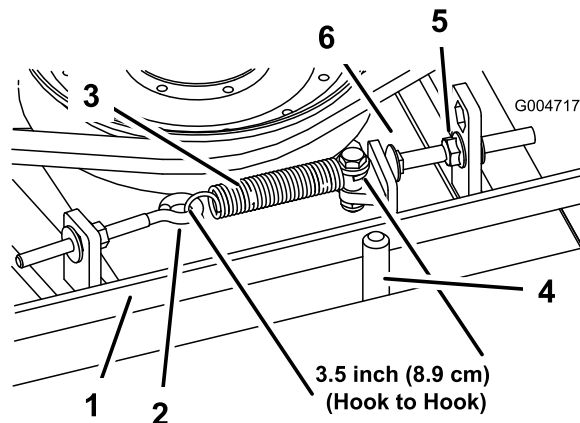

Figura 64
$\pm 0,25$ pol. (lado interior). Logo que se obtenha a tensão correcta da mola, ajuste o pino de fecho (parafuso da carroçaria) até haver uma folga aproximada de 0,125 +0,060/-0,000 pol entre a cabeça do parafuso e o braço intermédio (Figura 64).
Nota: Certifique-se de que a correia está colocada no lado da mola do guia da correia (Figura 64).
2. Desaperte o parafuso com olhal permitindo a remoção da mola de extensão (Figura 64).
3. Desaperte a porca flangeada que fixa o pino de fecho na patilha de montagem. Puxa a porca ligeiramente para trás para permitir que o braço intermédio passe pelo pino de fecho (Figura 64). Retire a polia intermédia da correia para aliviar a tensão da correia.
8. Volte a ligar a mola de extensão (Figura 64) ao parafuso de olhal e aplique a tensão na correia como se segue: